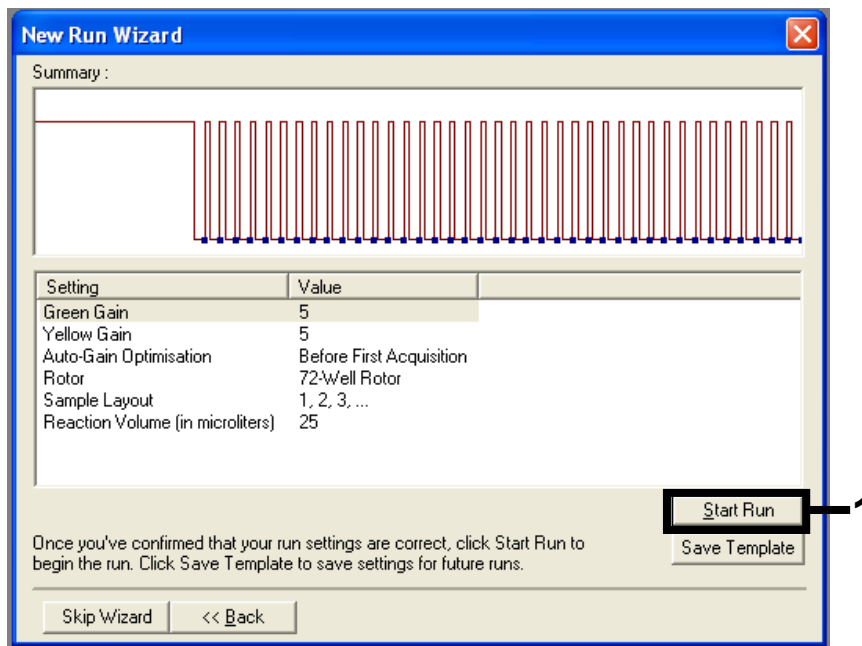

Abbildung 36. Zusammenfassungsfenster des Dialogfelds „New Run Wizard“ (Assistent für neue Läufe) [1 = Schaltfläche „Start Run“ (Lauf starten)]
- Überprüfen Sie den Bereich unter „Summary“ (Zusammenfassung) und klicken Sie auf „Start Run“ (Lauf starten), um die Laufdatei zu speichern und den Lauf zu starten (siehe Abbildung 36).